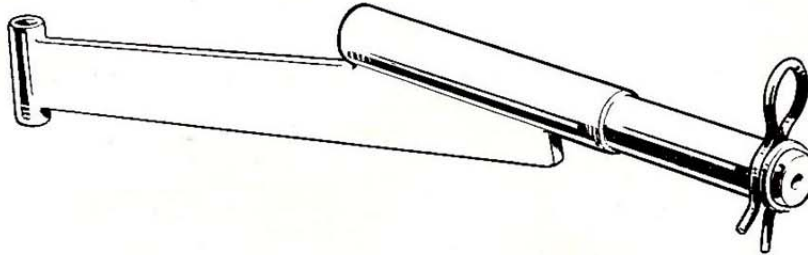

Fig. 11
d) **L'attelage de remorque** (fig. 11)